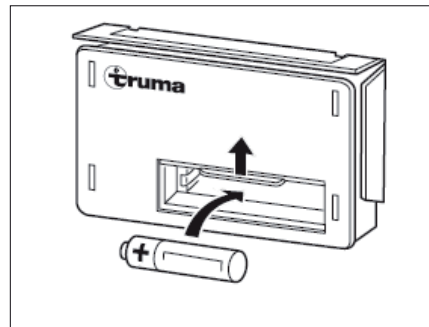

Fig. 102 Cambio de batería
- Empujar la tapa del compartimiento de la batería en el dispositivo automático de encendido (Fig. 102) hacia arriba.
- Meter una batería nueva del mismo tipo con la polarización correcta (+/-) en el compartimiento de la batería del dispositivo automático de encendido (Fig. 102). Utilizar únicamente baterías AA resistentes a la temperatura (+70 °C) y a prueba de fugas.